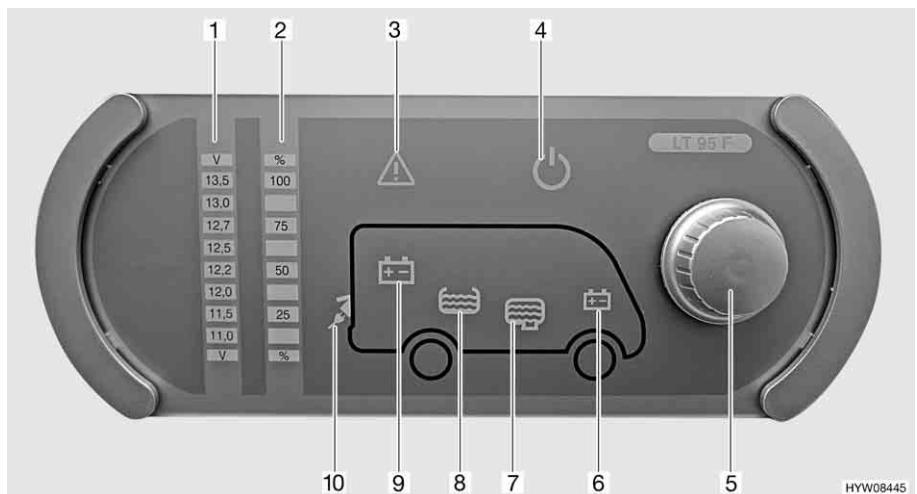

Fig. 98 Pannello di controllo (LT 95)
Il pulsante a rotazione (Fig. 98,5) inserisce o disinserisce il pannello di controllo e l'alimentazione a 12 V dell'abitacolo.
- Premere il pulsante a rotazione (Fig. 98,5): L'alimentazione a 12 V dell'abitacolo è inserita. La spia di controllo a 12 V (Fig. 98,4) diventa verde.
- Premere il pulsante a rotazione (Fig. 98,5): L'alimentazione a 12 V dell'abitacolo è disinserita. La spia di controllo a 12 V (Fig. 98,4) si spegne.
Mediante il pulsante a rotazione (Fig. 98,5) si possono interrogare sia la tensione della batteria dell'abitacolo che la tensione della batteria di avviamento. La tensione viene visualizzata sulla scala indicatore per la tensione della batteria (Fig. 98,1).
- Ruotare il pulsante a rotazione (Fig. 98,5), finché si accende il simbolo della batteria della quale deve essere interrogata la tensione.
Viene indicata la tensione della batteria dell'abitacolo (Fig. 98,9)
Viene indicata la tensione della batteria di avviamento (Fig. 98,6)
- Leggere la tensione sulla scala indicatore della tensione della batteria (Fig. 98,1).
Mediante il pulsante a rotazione (Fig. 98,5) si possono interrogare sia il livello del serbatoio dell'acqua che il livello del serbatoio delle acque grigie. Il livello viene visualizzato sulla scala indicatore livello dei serbatoi (Fig. 98,2).
- Ruotare il pulsante a rotazione (Fig. 98,5), finché si accende il simbolo del serbatoio del quale deve essere interrogato il livello.
Viene indicato il livello del serbatoio dell'acqua (Fig. 98,8)
Viene indicato il livello del serbatoio delle acque grigie (Fig. 98,7)
- Leggere il livello sulla scala indicatore del livello serbatoio (Fig. 98,2).
La spia luminosa Alarm (Fig. 98,3) lampeggia non appena i valori limite fissati vengono superati per eccesso o per difetto.
La spia luminosa Alarm (Fig. 98,3) lampeggia non appena la tensione della batteria scende al di sotto di 11 V. Se l'alimentazione a 12 V è accesa, si accende anche il relativo simbolo della batteria (Fig. 98,6 o 9), e l'indicatore "11,0" sulla scala indicatore della tensione della batteria (Fig. 98,1) lampeggia. Rischio di uno scaricamento totale della batteria.
La spia luminosa Alarm (Fig. 98,3) lampeggiava ed il relativo simbolo del serbatoio (Fig. 98,7 o 8) si accende non appena il serbatoio dell'acqua è vuoto o il serbatoio delle acque grigie è pieno.
La spia di controllo a 230 V (Fig. 98,10) si accende quando all'ingresso della centralina elettrica è presente una tensione di rete.